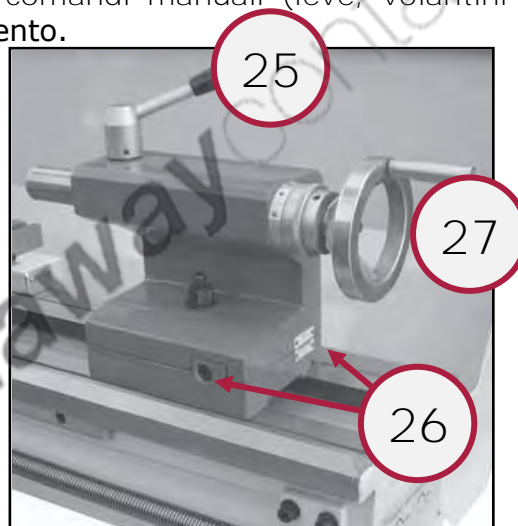

Figura 26 – Leva e volantino contropunta.
3. Se **necessario, bloccare l'estremità opposta del pezzo tramite la contropunta**. A tal proposito, regolare la posizione della contropunta e del cannotto, utilizzando la leva ed il volantino di fissaggio appositi (Figura 26).